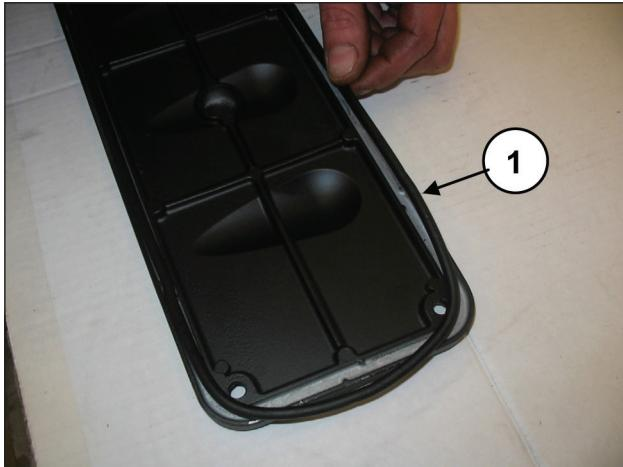
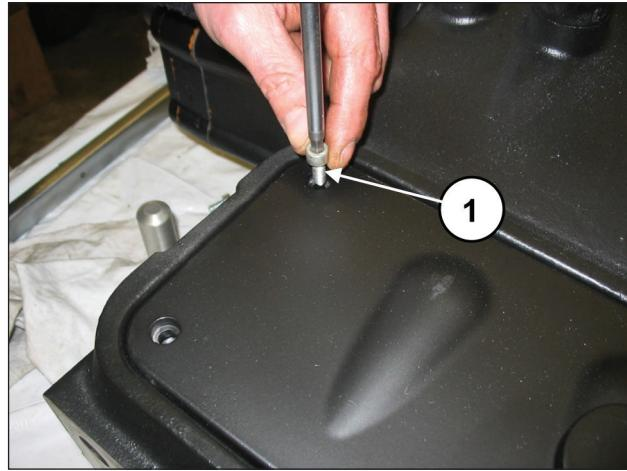

Рис. 154
Рис. 155
Вставьте в смотровые крышки уплотнительные кольца (поз. ①, Рис. 154) и установите крышки с использованием 4+4 винтов M6x14 (поз. ①, Рис. 155).